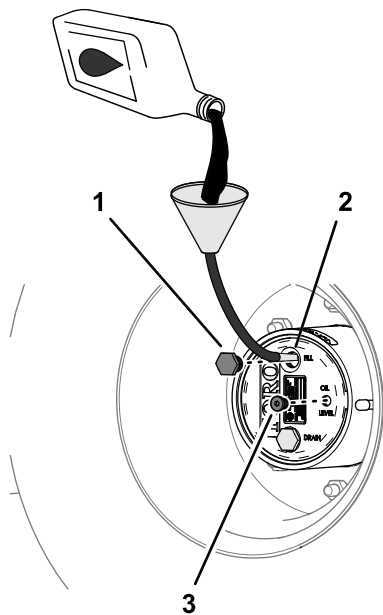

Figure 88
4. Si le niveau d'huile est trop bas, enlevez le bouchon de remplissage et ajoutez l'huile spécifiée jusqu'à ce qu'elle ressorte par le trou du bouchon de contrôle (Figure 88); voir Spécifications de l'huile du train planétaire \(page 71\).
6. Remettez en place les bouchons de remplissage et de contrôle (Figure 88).
- Versez lentement le lubrifiant pour engrenages spécifié par l'orifice du bouchon de remplissage; voir Figure 88 sous Contrôle du niveau de lubrifiant du train planétaire \(page 71\).
- Remettez en place les bouchons de remplissage et de contrôle; voir Figure 88 sous Contrôle du niveau de lubrifiant du train planétaire \(page 71\).